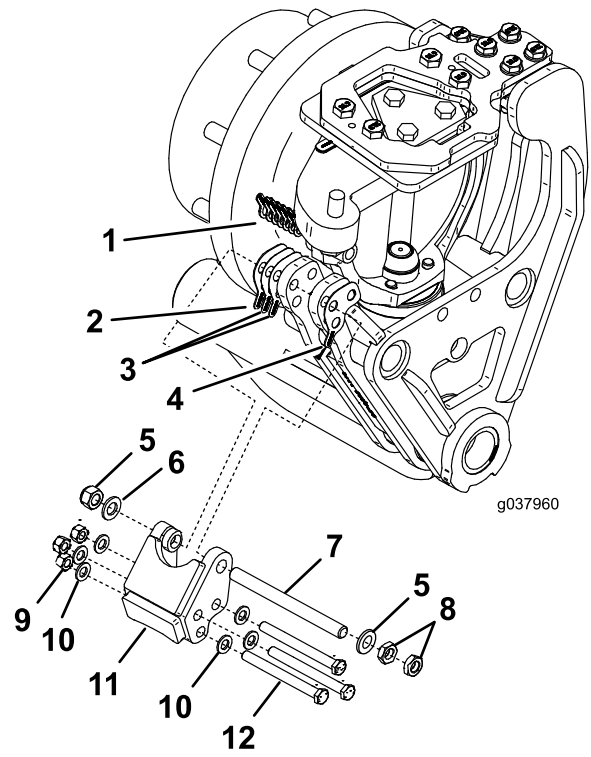

Figura 11
1. Instale el limitador de dirección con los herrajes y cuñas, como se muestra en Figura 11.